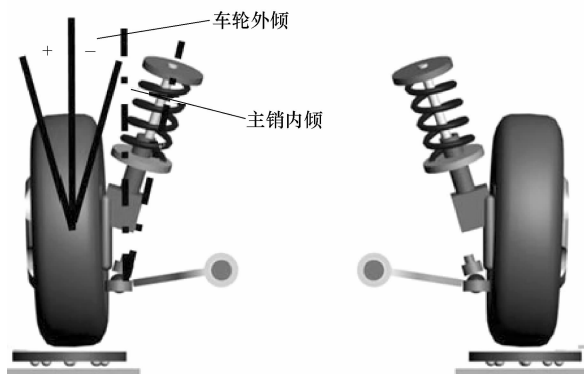

图 3.9-1 主销内倾角及车轮外倾角
① 车轮外倾角是指，在车轮轴线且垂直于车辆支承平面的平面内，车轮轴线与水平线之间所夹锐角，见图 3.9-1。即由车前方看轮胎中心线与垂直线所成的角度，向外为正，向内为负。其角度的不同能改变轮胎与地面的接触点，直接影响轮胎的磨损状况；并改变了车重在车轴上的受力分布，避免轴承产生异常磨损。此外，外倾角的存在可用来抵消车身载重后，悬架系统机件变形所产生的角度变化。外倾角的存在也会影响车的行进方向，因此左右轮的外倾角必须相等，在受力互相平衡的情况下不致影响车辆的直线行驶，再与车轮前束配合，使车轮直线行驶并避免轮胎磨损不均。四轮定位仪测量车轮外倾角的范围为  $\pm 10^\circ$ 。
④ 主销内倾角见图 3.9-1，定义为在同时垂直于车辆纵向对称平面和车辆支承平面的平面内，由真实的或假想的转向主销的轴线在该平面上的投影与车辆支承平面的垂线所构成的锐角。主销内倾角的作用，是使车轮在受外力偏离直线行驶时，前轮会在重力作用下自动回正。另外，主销内倾角还可减少前轮传至转向机构上的冲击，并使转向轻便，但内倾角不宜过大，否则在转向时，会使轮胎磨损加快。主销内倾角越大前轮自动回正的作用就越强烈，但转向时也越费力，轮胎磨损增大；反之，角度越小前轮自动回正的作用就越弱。四轮定位仪测量主销内倾角的范围为  $\pm 20^\circ$ 。